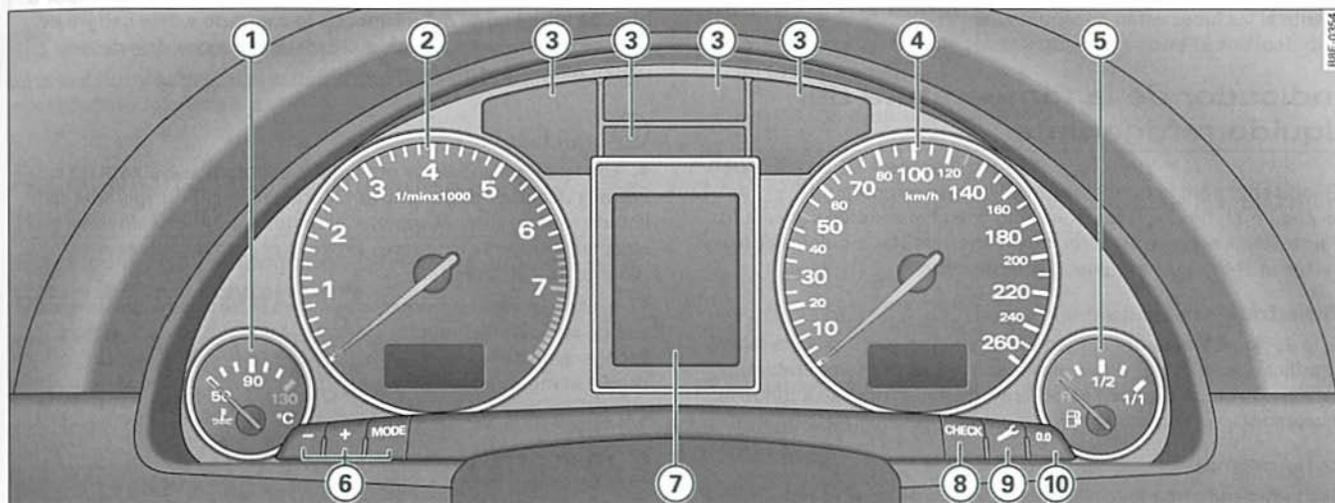

Fig. 2 Cuadro general del cuadro de instrumentos
El indicador para la temperatura del líquido refrigerante ⇒ *página 11*, fig. 2 ① funciona sólo con el encendido conectado. Para evitar averías en el motor, tenga en cuenta las siguientes observaciones sobre los márgenes de temperatura.
La aguja del cuentarrevoluciones  $\Rightarrow$  página 11, fig. 2  $\textcircled{2}$  sólo deberá alcanzar la zona roja durante un breve período de tiempo, de lo contrario se podría averiar el motor. El comienzo de la zona roja en la escala depende de cada motor.
Estando el encendido desconectado, se puede activar durante algunos segundos tanto el reloj digital con indicación de la fecha como el cuentakilómetros pulsando la tecla (CHECK) ⇒ página 11, fig. 2 ⑧. ■